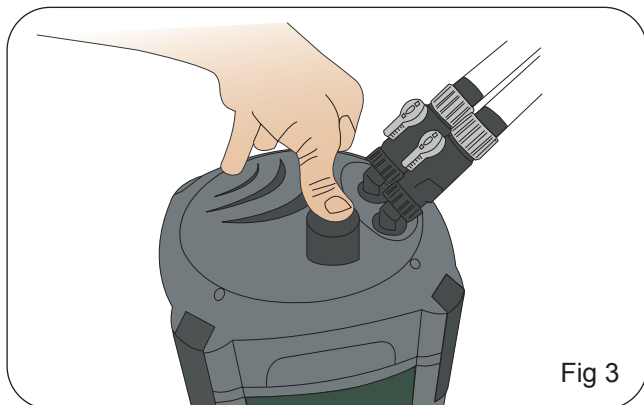

Fig 3
3. Zet de filtermandjes terug in de filter volgens de stappen op pagina 3. Zorg ervoor dat de filtermandjes plat op elkaar gestapeld zijn en dat de zwarte O-ring bovenop de inlaatpijp van de filter zich aan de bovenkant bevindt Fig 3. Leg het filterrooster terug bovenop het laatste filtermandje. Dit is zeer belangrijk.
13. Draai de kop ondersteboven en draai het vergrendelklepje van het vleugelrad tegen de richting van de klok in om het te verwijderen. Fig. 3